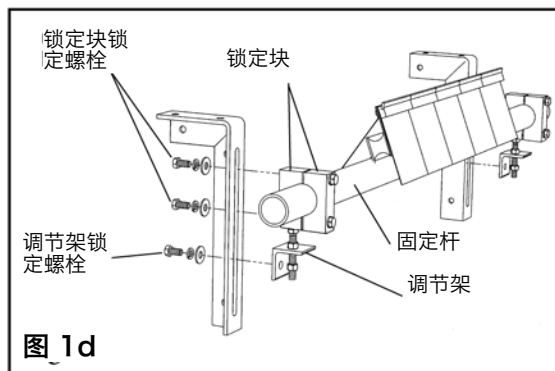

图 1d
**安装架构:** 对于很多应用, 架构中都有足够的空间用于安装标准安装架, 不需要另行切割。夹紧安装架 (使用 150mm [6"] 的夹具)。移动锁定块使锁定块的中心与输送带下方 175mm (7") (PLS 为 138mm/5-1/2") 处的点对齐 (图 1d)。要移动锁定块 (如有必要), 请松开锁定块锁定螺栓和调节支架锁定螺栓并旋转调整螺栓止动螺母。这时可以用螺栓固定或焊牢支架。在输送带另一侧确定位置并安装支架, 使其与第一个支架对齐。**注意:** 支架必须与输送带垂直对齐。
- d. 拆下两侧的锁定块锁定螺栓和调整支架锁定螺栓并拆下带锁定块和调整支架的固定杆 (图 1d)。